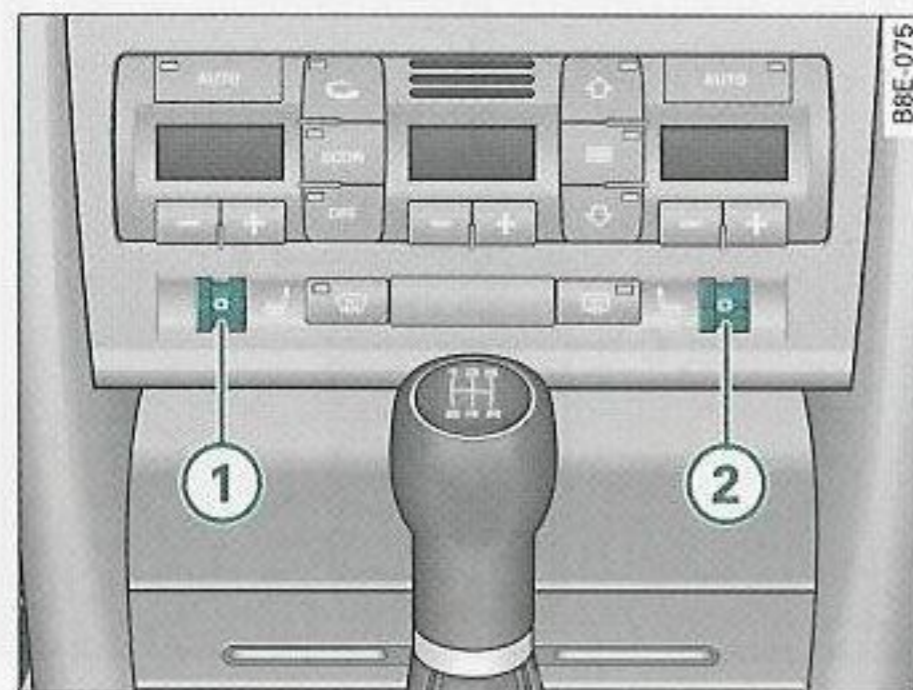

Fig. 140 Detalle del tablero de instrumentos: Ruedecillas moleteadas para la calefacción del asiento
- Gire al ruedecilla moleteada ① o bien ② ⇒ fig. 140 para activar la calefacción del asiento del conductor y del acompañante y para regular el nivel de calefacción.
- Gire la ruedecilla moleteada ① ⇒ *página 158, fig. 140* hasta dejarla en una posición en la que se encienda la calefacción del asiento del conductor.
- Gire la ruedecilla moleteada ① ⇒ *página 158, fig. 140* hasta la posición 0.